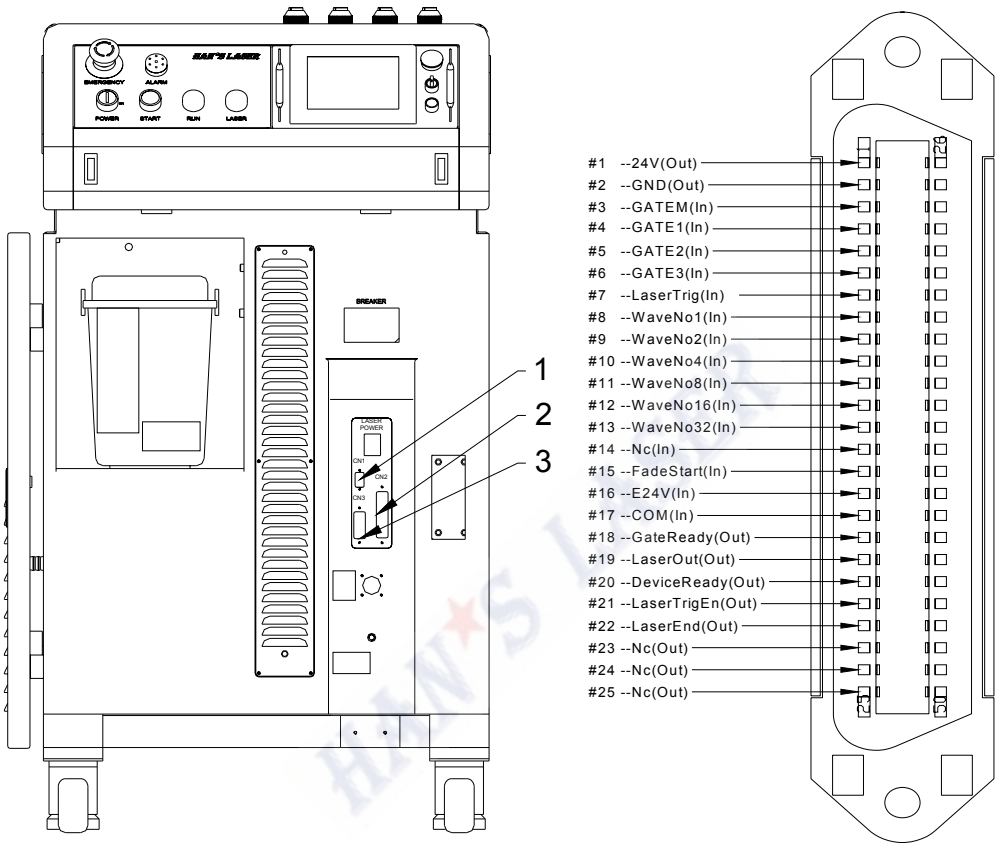
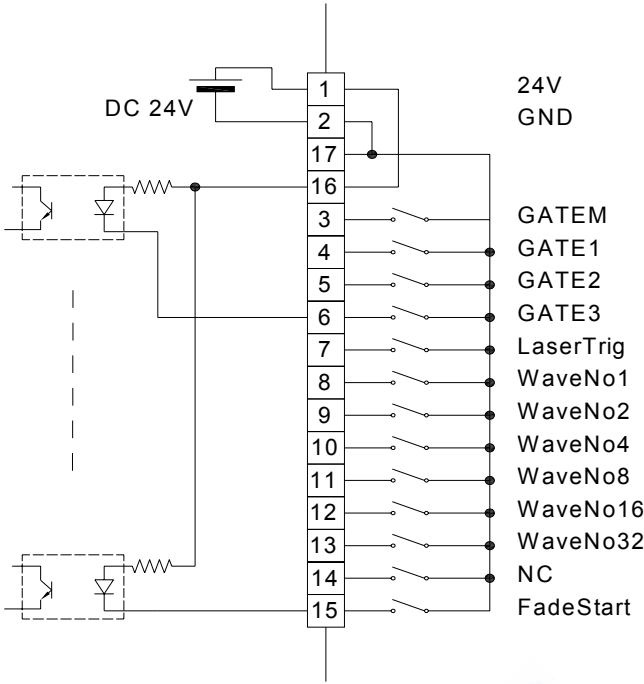

图 5-1 连接转换面板（左）CN2 功能示意图（右）
图 5-2 开关式输入信号
打开设备的前门，可以见到如图 5-1 所示的三个接口，其中图 CN1 和 CN3 为预留接口，CN2 为外控接口。图 5-2 列出了外控接口 CN2 每个已用到的管脚的功能。其中标为 Nc 的管脚是已有电气连接，供有特殊需求用户定制使用的预留端口。
- a) 使用开关式输入信号（如图 5-2）